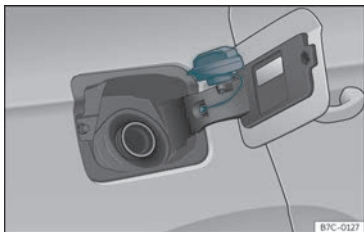

Fig. 199 Trappe à carburant avec bouchon ouvert.
- Placez le bouchon dans le logement se trouvant sur la charnière de la trappe à carburant ouverte»» **fig. 199**.